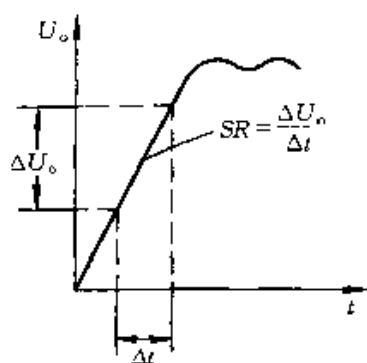

图 2-339
④ 转换速率 SR ,是指在额定负载条件下,当输入边沿陡峭的大阶跃信号时,集成运放输出电压的单位时间最大变化率(单位为 $V/\mu s$),即输出电压边沿的斜率,如图 2-339 所示。在高保真音响设备中,选用单位增益带宽 f_c 和转换速率 SR 指标高的集成运放效果较好。
⑤ 输入阻抗 Z_i ,是指集成运放工作于线性区时,输入电压变化量与输入电流变化量的比值。采用双极型晶体管作输入级的运放,其输入阻抗 Z_i 通常为数 $M\Omega$;采用场效应管作输入级